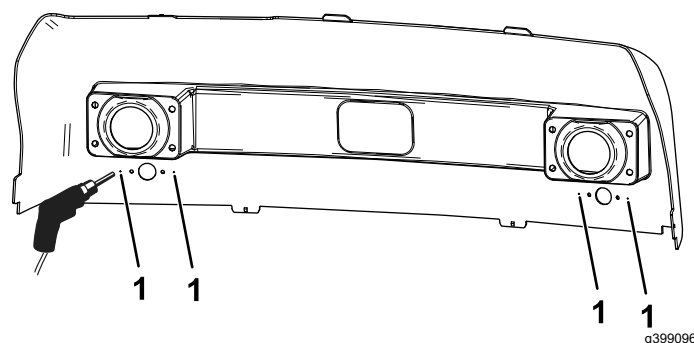

图 22
2. 如 图 22所示在机罩的内侧找到转向灯孔旁边的 4 个点钻 6mm 直径的孔。